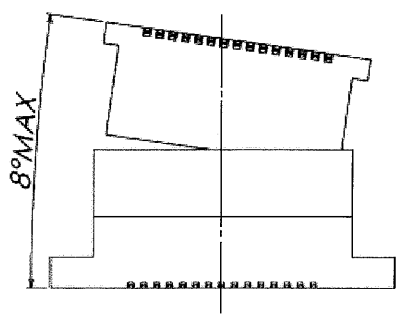
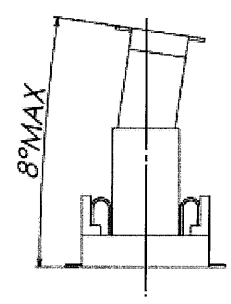

図1/Fig.1
図2/Fig.2
- ・誘い込み時の角度は図1～図2になりますので、記載角度以下で位置決めをして下さい。
/Figure 1 and 2 show guiding angle. Please locate it below the described angle.